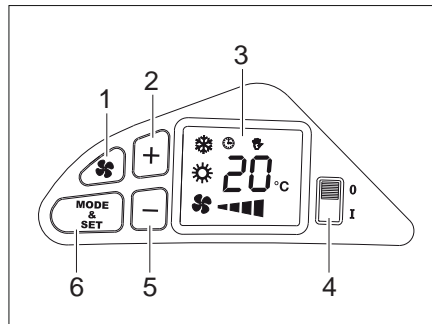

Fig. 119 Panneau de commande
- Enclencher la climatisation avec l'interrupteur (Fig. 119,4). A l'enclenchement, le système attend toujours 2 minutes avant d'enclencher le compresseur et de se mettre en service.
- Sélectionner le mode de fonctionnement désiré avec la touche (Fig. 119,6). Les symboles à l'écran (Fig. 119,3) indiquent le mode de fonctionnement sélectionné:
- En appuyant simultanément sur la touche (Fig. 119,1) et une des touches (Fig. 119,2) ou (Fig. 119,5), on règle la vitesse de ventilation en mode manuel.
- En appuyant sur les touches (Fig. 119,2) ou (Fig. 119,5), on règle la température
- Mettre la climatisation hors service avec l'interrupteur (Fig. 119,4).